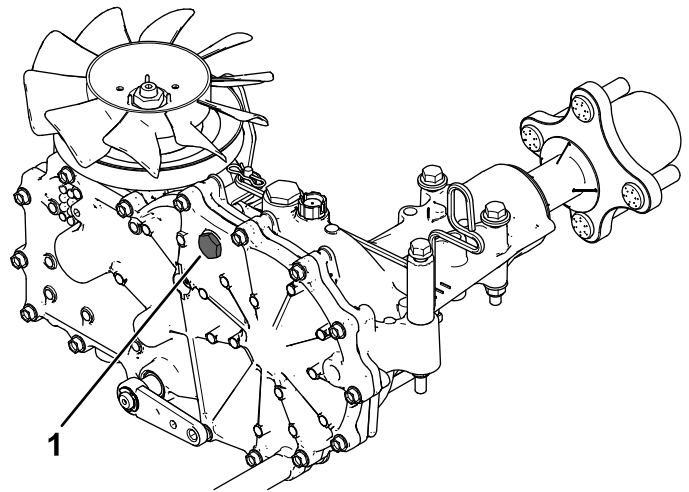
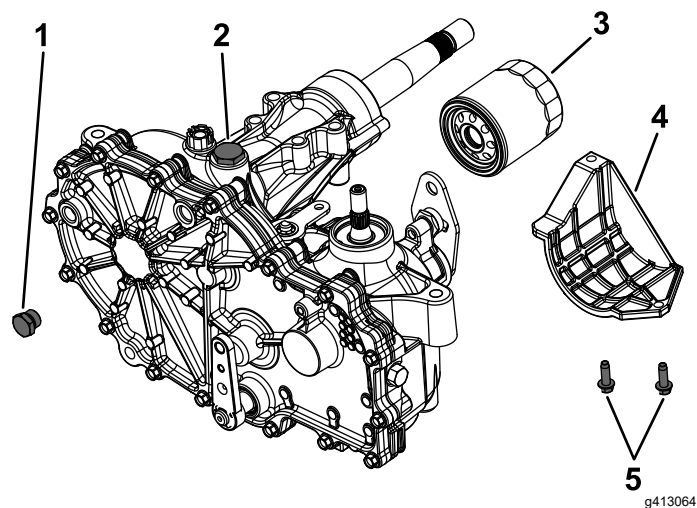

Figure 73
Figure 74
2. Retirez le bouchon de l'orifice supérieur de chaque boîte-pont et vérifiez que le liquide est visible au bas de chaque orifice supérieur (Figure 73).
Si nécessaire, versez du liquide hydraulique Toro® HYPR-OIL™ 500 dans l'orifice de remplissage jusqu'à ce que le liquide soit visible au bas de l'orifice supérieur de chaque boîte-pont (Figure 73 et Figure 74).
4. Localisez le filtre et les protections sur chaque transmission à boîte-pont (Figure 74).
5. Retirez les 3 vis qui fixent la protection du filtre et déposez la protection (Figure 74).
7. Retirez le bouchon de l'orifice supérieur (Figure 74) sur les boîtes-ponts gauche et droite avant de faire le plein d'huile.
9. Rebouchez l'orifice supérieur de chaque boîte-pont lorsque le niveau d'huile atteint cet orifice (Figure 74).